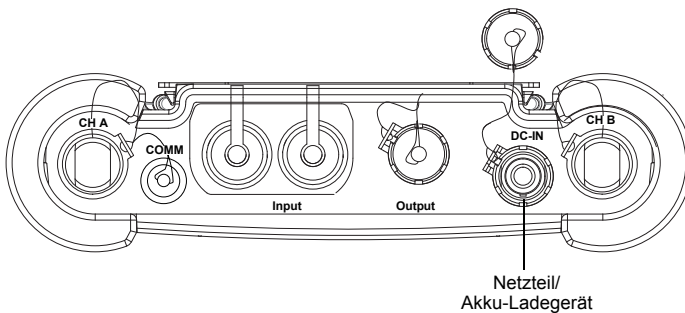

Abb. 7.8: Anschlüsse am Messumformer FLUXUS F608
- Schließen Sie das Netzteil an den Messumformer an (siehe Abb. 7.8).